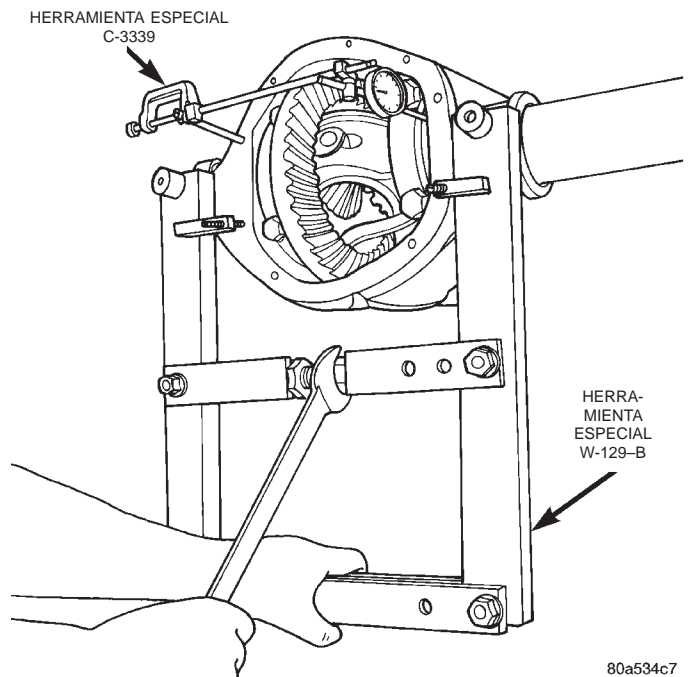

Fig. 34 Caja del eje abierta
(9) Separe el cárter lo suficiente como para retirar la caja del cárter. Mida la distancia con el indicador de cuadrante (Fig. 34).
(3) Separe el cárter lo suficiente como para instalar la caja del cárter. Mida la distancia con el indicador de cuadrante (Fig. 34).
(4) Retire el indicador de cuadrante.
(5) Instale la caja del diferencial al cárter. Asegúrese de que las cubetas de cojinete se mantengan en posición sobre los cojinetes del diferencial y que los espaciadores de ajuste previo permanecen entre la cara de la cubeta de cojinete y el cárter. Verifique